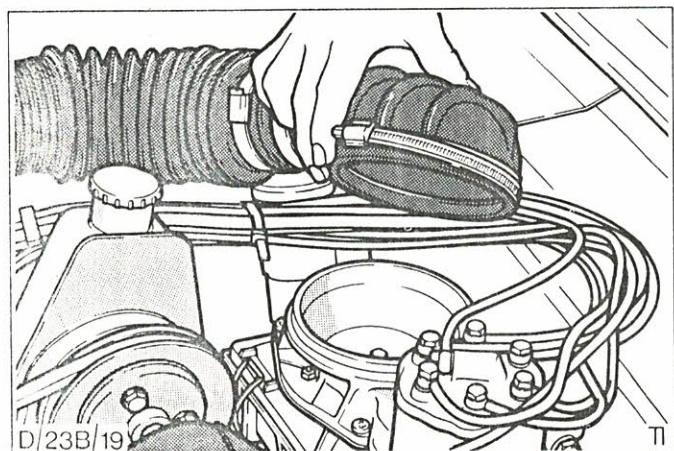

Abb.49 Verbindungsschlauch vom Lufttrichter abnehmen
5. Verbindungsschlauch - Ansauggeräuschdämpfer am Lufttrichter abklemmen, Abb.49.